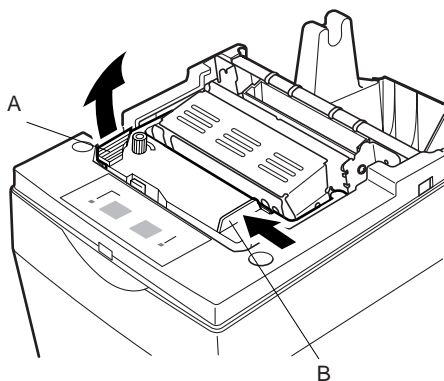

Abb. 6-3 Farbbandkassette ausbauen
- Hinweis:** Beim Entfernen der Farbbandkassette den Teil A anheben und dann die Kassette an Teil B halten und Abziehen wie in Abbildung 6-3 gezeigt.
- ① Die Abdeckung um etwa 3 cm anheben. Die Abdeckung in diesem Winkel halten, und dann zum Entfernen nach vorne ziehen.
- ② Schneiden Sie die Vorderkante des Rollenpapiers in einer geraden Linie ab.
- ③ Bestätigen Sie, daß der Drucker eingeschaltet ist.